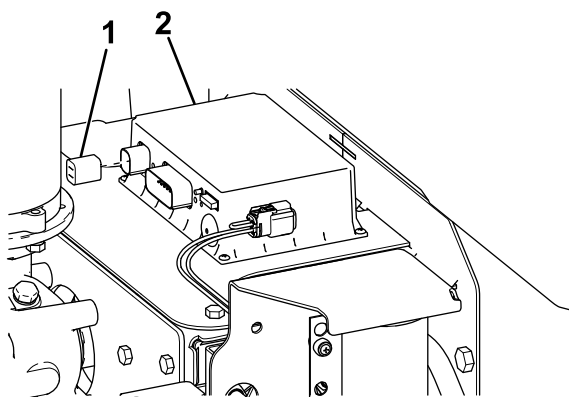

Figure 28
7. Localisez et enlevez le capuchon sur le module de commande (Figure 28).
8. Branchez le connecteur de la pompe au module de commande (Figure 28).